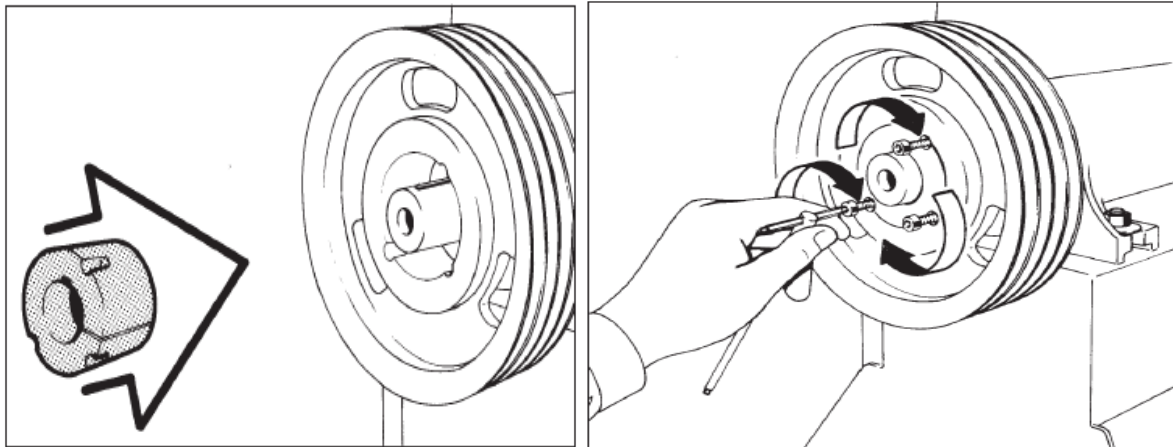

Abb. 3
- Drehstrommotor mit den Schraubbolzen (1) ohne Festziehen auf den Spannschienen (4) vormontieren. Auf der Motor- und Ventilatorwelle müssen die Riemenscheiben (Abb. 3) bereits vormontiert sein. Vor der Montage der Riemenschutzvorrichtung, müssen die Riemenscheiben 20 - 25 mm vor dem Wellenanschlag (Wellenschulter) - fluchtend - montiert sein (6+7).
- Motor und Spannschienen am Grundrahmen (5) befestigen.
- Riemenspanner mit Hilfe der Muttern (2) an der Gewindestange (3) einstellen. Noch einmal die Fluchtung der Achsen kontrollieren und gegebenenfalls korrigieren. Kontermuttern festziehen.